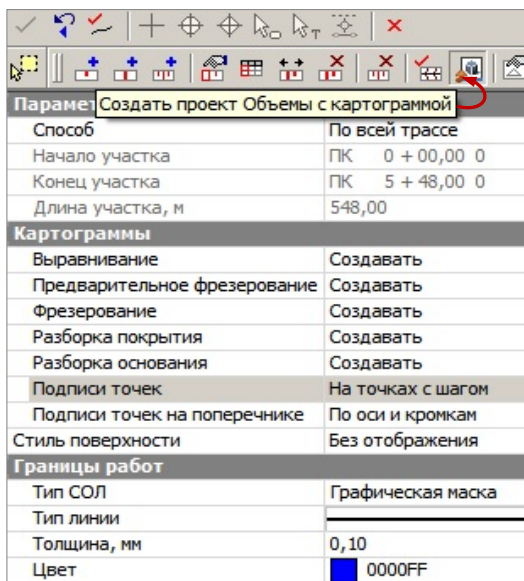

Рис. 24.1
**Подписи точек** и **Подписи точек на поперечнике** (на рис. 24.1 показаны параметры в окне профиля).
- точек по оси и кромкам покрытия (рис. 24.1).